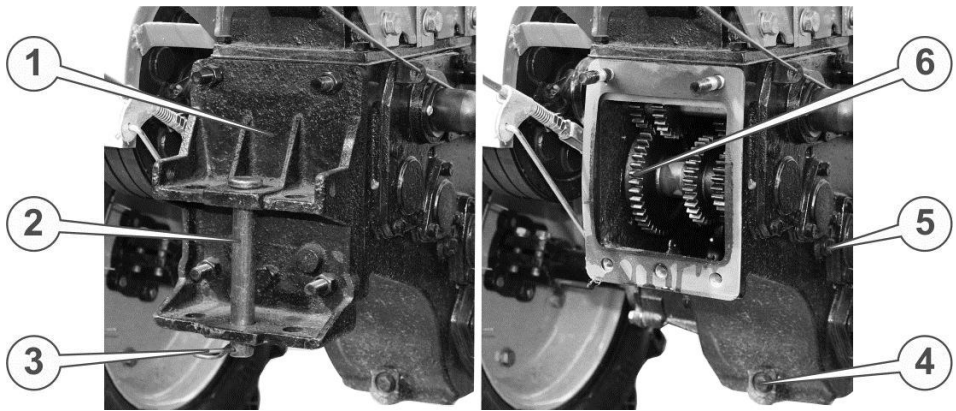

Рисунок 51. Відкрий редуктор мотоблока
Навісне та причіпне обладнання кріпиться до мотоблока за допомогою причіпної цапфи (1) (див. рис. 51.) або жорстким способом.